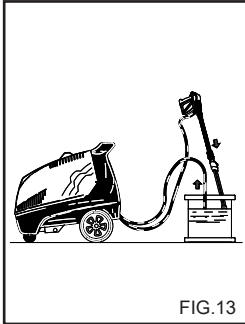

FIG. 13
**OPERATIONS FOR USING ANTIFREEZE (fig. 13).**